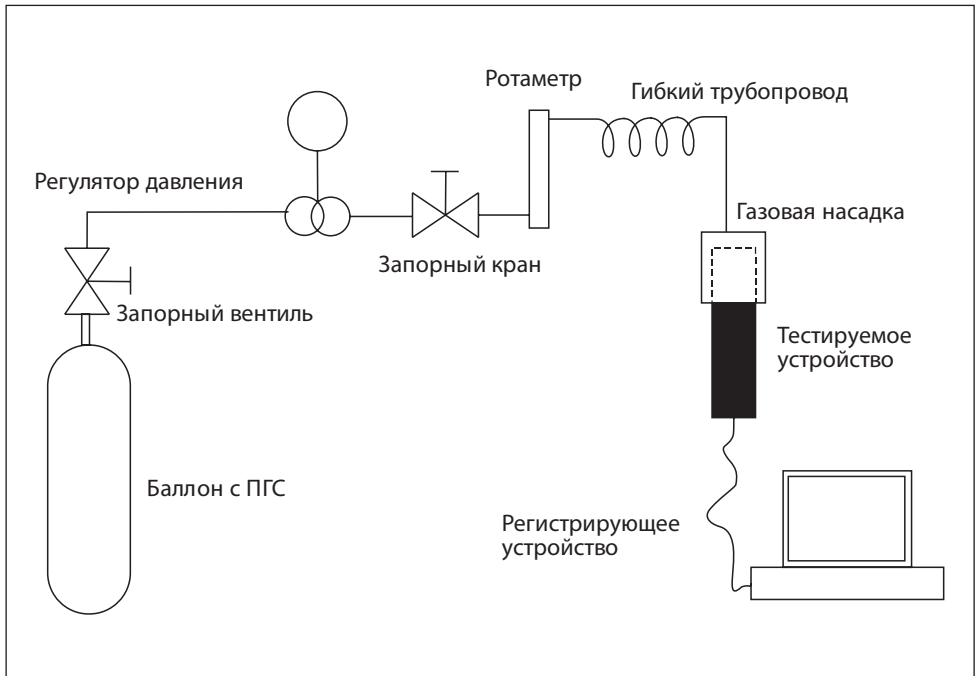

Рис.20
**Стенд 1** (рис.20) предназначен для работы с неопасными газами, химический состав и концентрация которых не требует использования специальных вытяжных устройств и защитных систем. Концентрация таких газов в ПГС ниже НКПР и ниже разовых ПДК для рабочих зон. Стенд используется для калибровки приборов с электрохимическими, термокаталитическими и оптическими сенсорами. Основные рабочие газы –  $\text{CO}_2$ ,  $\text{CO}$ ,  $\text{CH}_4$ ,  $\text{C}_3\text{H}_8$ ,  $\text{CH}$ ,  $\text{O}_2$ .